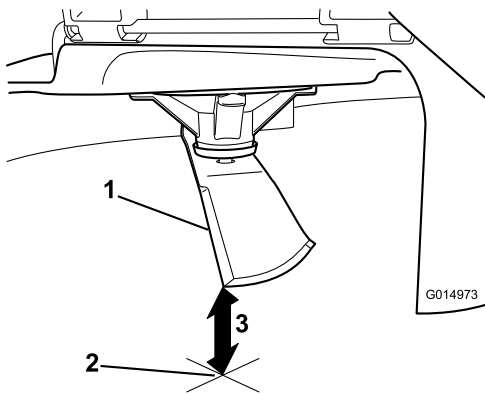

Figura 63
3. Mida desde la punta de la cuchilla hasta la superficie plana (Figura 63).